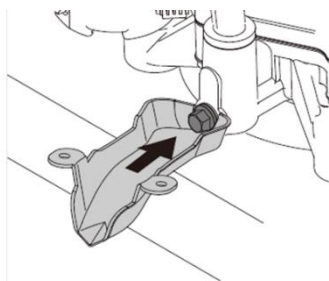

Fig.30B
3. Așezați manșonul de scurgere a uleiului sub bușonul de scurgere (Fig. 30B).